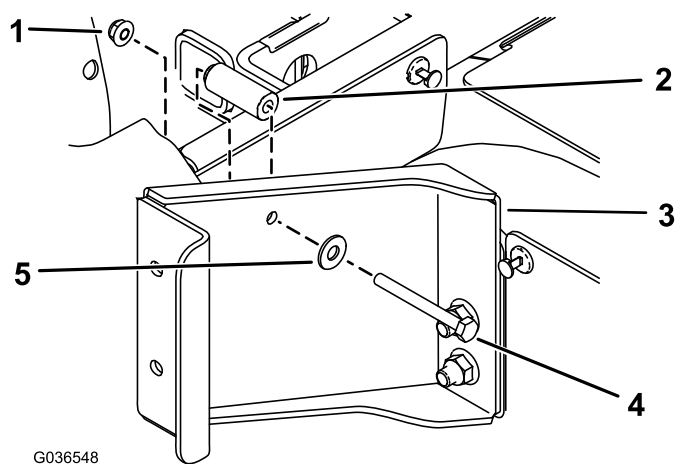

Figure 2
C. Fixez le support derrière le socle du siège arrière à l'aide de 1 boulon à embase hexagonale ($\frac{1}{4}$ " x $2\frac{1}{2}$ "), 1 rondelle plate ($\frac{5}{16}$ "), 1 entretoise ($\frac{9}{32}$ " x $\frac{5}{8}$ ") et 1 écrou à embase ($\frac{1}{4}$ "), comme montré à la Figure 2.